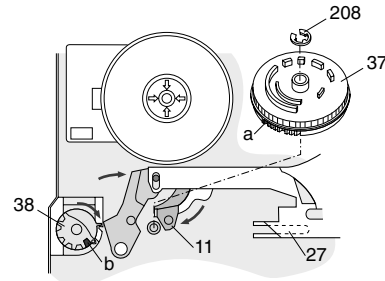

Fig. 26
- Andruckrollen-Steuerhebel (Pos. 11) und den Schieber (Pos. 27) in die Pfeilrichtungen (Fig. 26) bis Anschlagposition bewegen.
- Kurvenrad (Pos. 37) so einsetzen, daß der große Zahn in die große Lücke des Cassettenschachtantriebes (Pos. 38, Fig. 26) beim Drehen im Uhrzeigersinn eintaucht.
- Kurvenrad (Pos. 37) mit Sicherungsring (Pos. 208) sichern (Fig. 26).